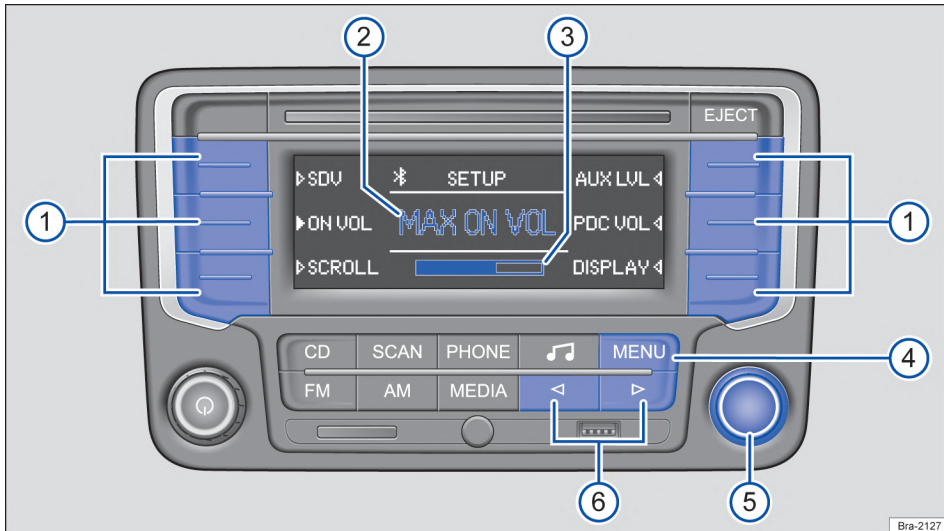

Fig. 150 Menú SETUP: defina el volumen inicial.
- Pulse la tecla del equipo **MENU** en cualquier menú → fig. 150 (4).
- Pulse las teclas de función para abrir el menú de ajuste correspondiente → fig. 150 (1).
- Gire la tecla de ajuste para modificar el ajuste actual → fig. 150 (5).
- **O:** pulse brevemente la tecla del equipo **◀** o **▶** para modificar el ajuste actual → fig. 150 (6).
- **O:** si se pulsa brevemente la tecla del equipo **MENU** → fig. 150 (4).
→ fig. 150 ② y, debajo, la barra de volumen
→ fig. 150 ③.